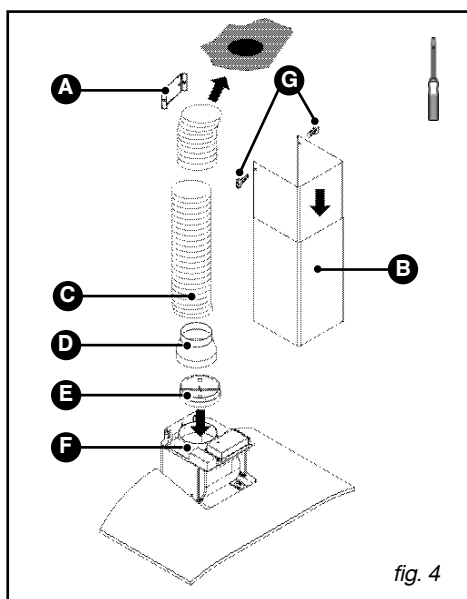

fig. 4
– Emboîtez l'extrémité de la gaine sur la sortie moteur (fig.4)
– Préparez votre cheminée télescopique en prenant soin de dissimuler les ouïes (fig. 4).
– Fixez la partie supérieure de la cheminée (B / fig.4) sur le support cheminée métallique (A / fig.4) avec les deux vis (G / fig.4).